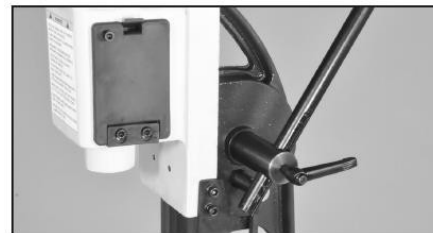

Рис. 3
**Установите рукоятку подачи (поз. 1) в вал рукоятки (поз. 5) и зафиксируйте ее с помощью стопорного винта (поз. 4). На наружной поверхности нижнего конца рукоятки есть фрезерованный паз. При установке рукоятки стопорный винт следует вставить в этот паз. Рис. 3.**